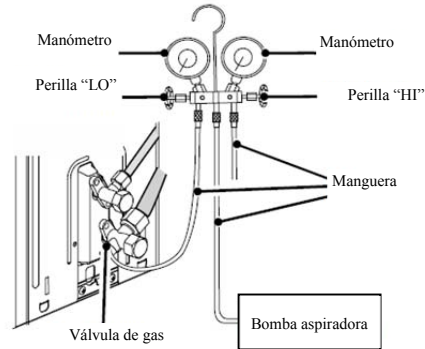

Fig. 7
3. Tal como se muestra en la siguiente figura (Fig.7), expulse el gas dentro de la unidad interior y la tubería de refrigerante hacia afuera mediante la bomba de vacío.